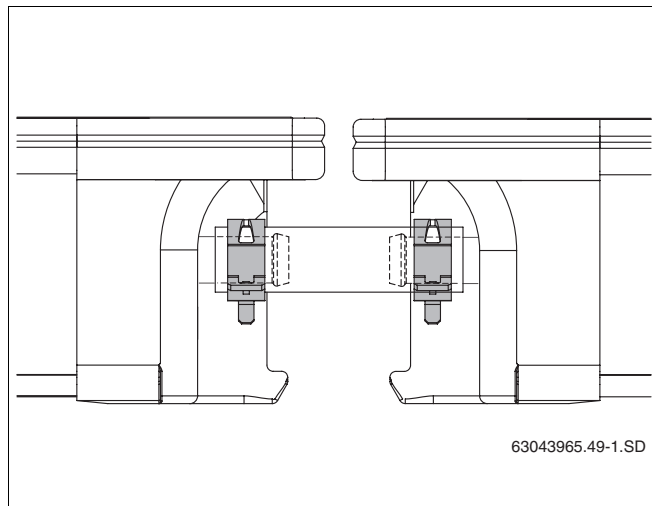

Fig. 50 Tubo solar con abrazaderas montadas
- ▶ Asegure cada tubo solar a la conexión del colector con una abrazadera (fig. 50).